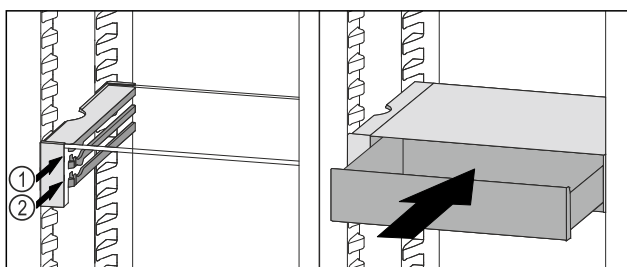

Fig. 61
- ▶ Nasadte zásuvku VarioSafe za zářáčky na požadovaném žebro Fig. 61 (1) nebo Fig. 61 (2).